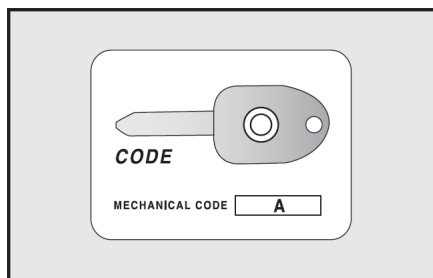

fig. 2
- desbloqueo de la cajuela por medio del control remoto (llave B-fig. 2);
- bloqueo/desbloqueo de las puertas y de la cajuela por medio del control remoto (llave B-fig. 2).
Junto a las llaves se entrega la CODE CARD fig. 2 en la que se encuentran:
A-fig. 2 - El código mecánico de las llaves que debe comunicar al personal de la Red de Asistencia si desea solicitar duplicados de la llave.